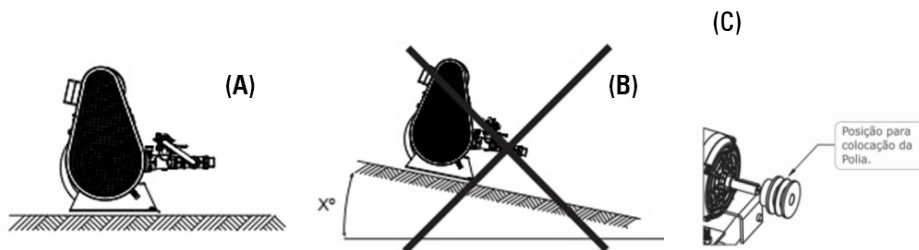

Figura 02. Posição de uso da lavadora e montagem da polia
- 1.3. A lavadora deve ser posicionada para o uso em piso plano e em nível, conforme **Figura 02 (A)**. Nunca operar de forma inclinada, pois causará falta de lubrificação e consequentemente a perda da Garantia.
- 1.6. **Montagem do Motor** (para lavadoras adquiridas sem motor): Montar polia no motor conforme figura 02 - C, fixe o motor na base com os parafusos que acompanham a lavadora, coloque as duas correias e alinhe e tensione as correias conforme item 9.4.